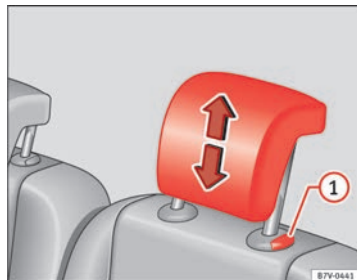

Fig. 87 Montaje de las apoyacabezas de la segunda o tercera fila de asientos.
- Extraiga el apoyacabezas ⇒ fig. 87  con el botón pulsado.